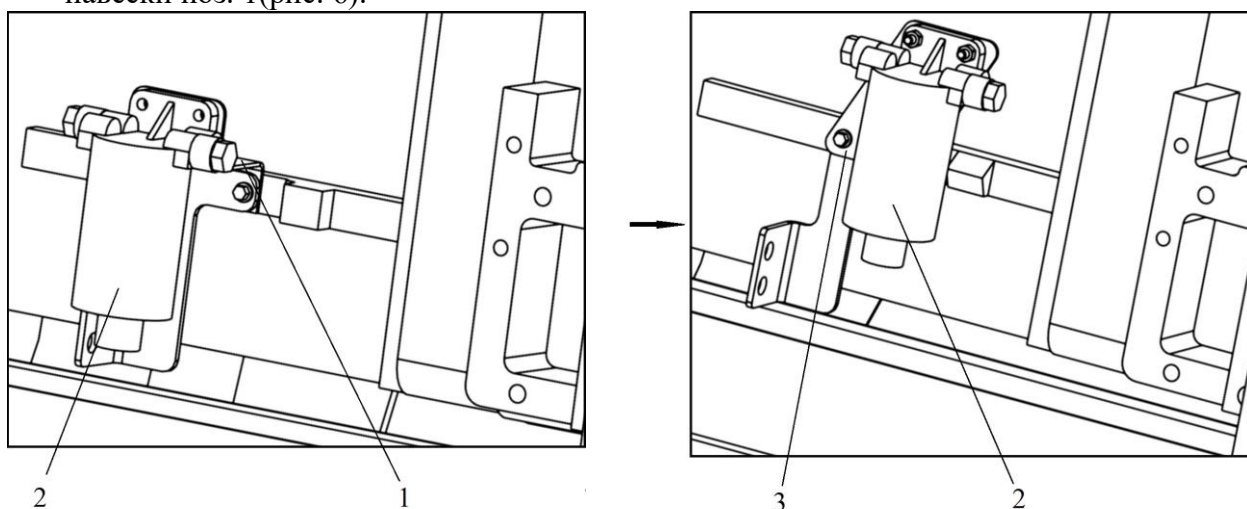

Рисунок 4 – Замена кронштейна фильтра WBF1235:
4. Заменить кронштейн фильтра поз. 1 на кронштейн КУН 2000-Л13.00.404 поз. 3(см. рис. 4).